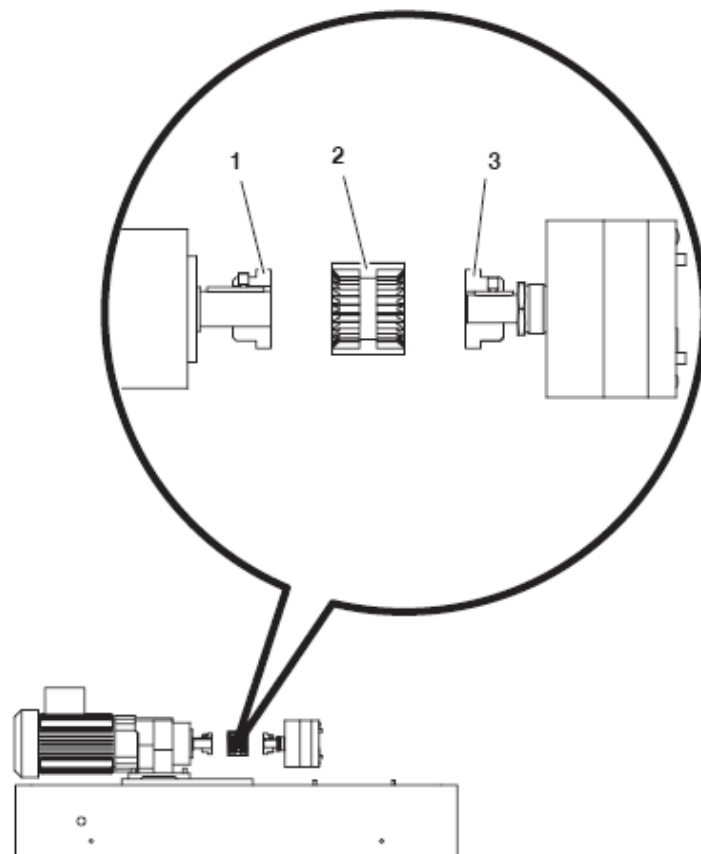

图 5-2 联轴器组件
4. 参见图 5-2 拧开将马达固定在胶机底座上的螺丝，然后后移马达。